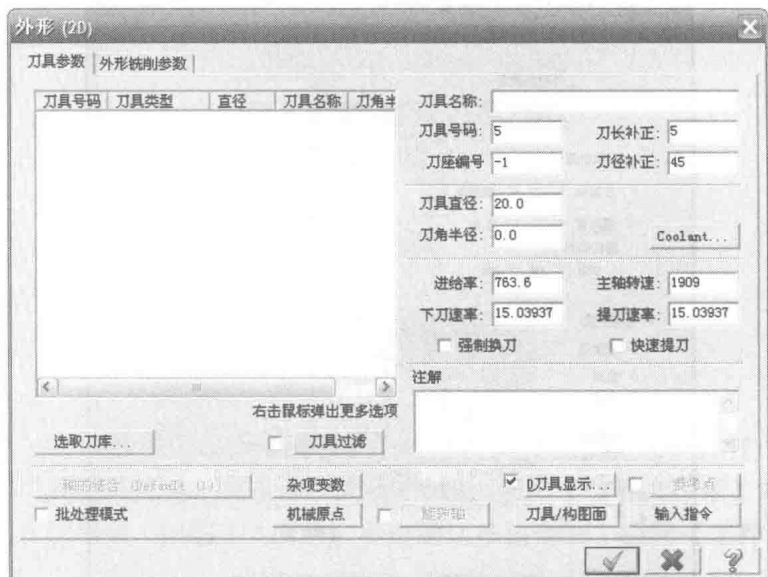

图 1-10 【外形(2D)】对话框的【刀具参数】选项卡
① 选择【刀具路径】→【外形铣削】命令，在绘图区选择模型，单击  按钮。系统打开【外形(2D)】对话框，选择【刀具参数】选项卡，如图 1-10 所示。